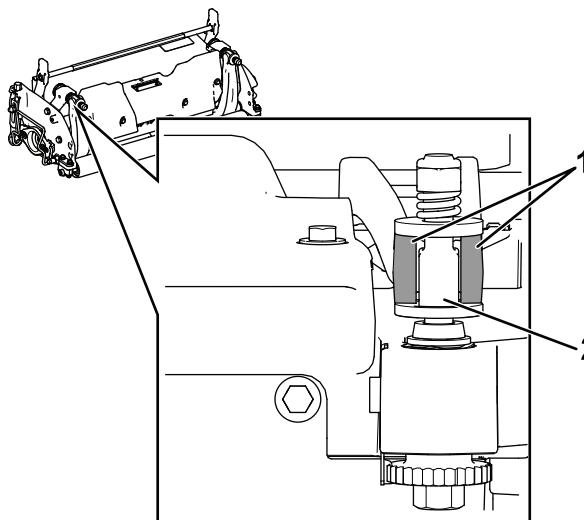

Рисунок 26
1. Установите планку неподвижного ножа / неподвижный нож в сборе, расположив монтажные проушины между шайбами и регулировочным винтом планки неподвижного ножа (Рисунок 26).
Внимание: Выровните регуляторы DPA по центрам проушин планки неподвижного ножа, как показано на Рисунок 26.